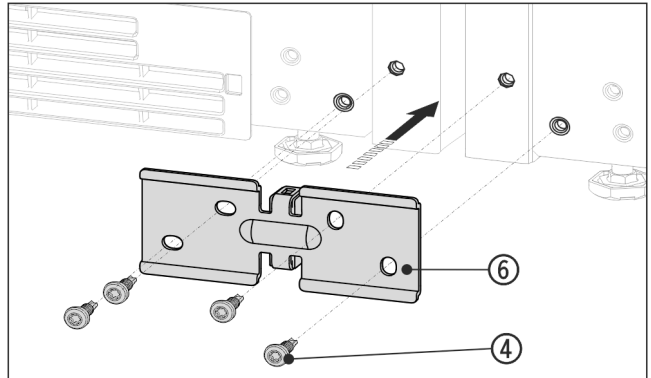

Fig. 14 Illustrationen är ett exempel
- ▶ Skruva på vinkeln Fig. 14 (6) och distansstycke mellan apparaterna och dra åt de fyra skruvarna Fig. 14 (4) så att de sitter löst.